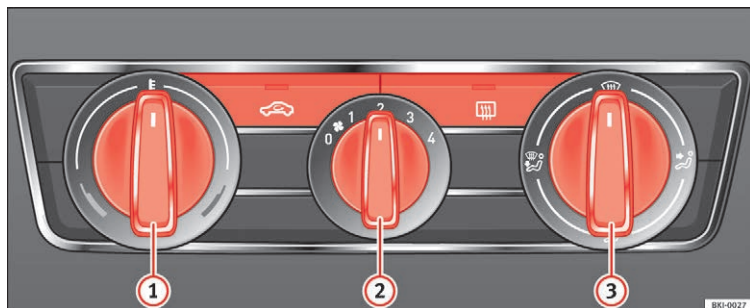

Fig. 170 Betjeningslementer til varmeanlægget i instrumentpanelet
- Drej temperaturregulatoren » **Fig. 170**  mod venstre.
- Drej kontakten til regulering af temperaturen » **Fig. 170**  til højre, indtil den ønskede varmeydelse er nået.
- Drej temperaturregulatoren » **Fig. 170**  helt mod højre for at opnå den højeste varmeydelse.
- Drej temperaturregulatoren » **Fig. 170**  ind i varmeområdet.